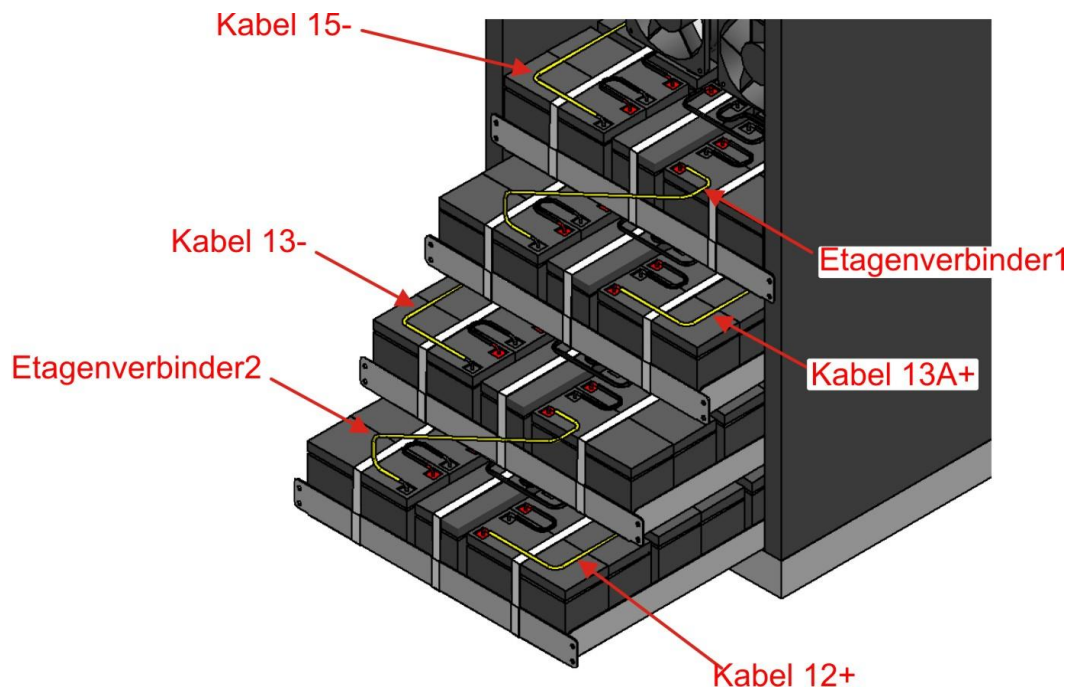

Bild 10 – 3,3Ah Batterie Verbindungen
- 3) Verbinden Sie die Batteriekabel gemäß Bild 10.